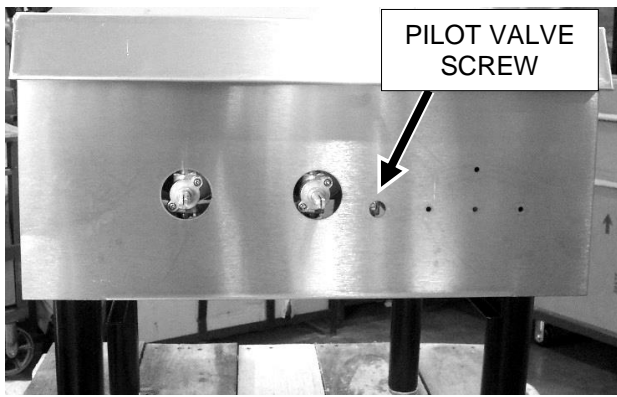
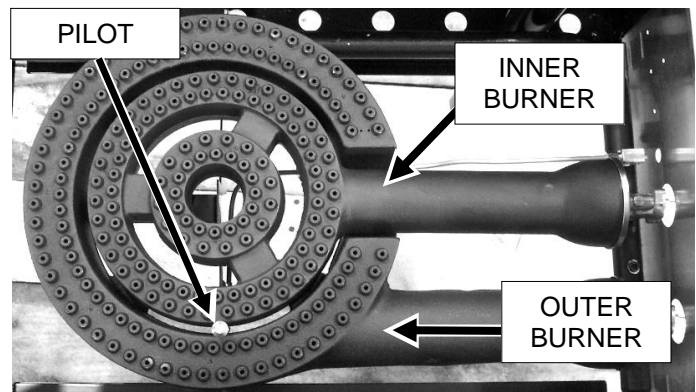

Fig. 5
Fig. 6
The burner is in two sections, controlled by two heavy duty infinite control valves. The center "Star" section (Fig. 6) is on separate burner with an input of 55,000 BTU/hr. It is controlled by the right burner valve knob. The outer circle of the burner (Fig. 6) is the other separate 55,000 BTU/hr input burner, controlled by the left burner valve knob.
3. Light standing pilot with a lit taper (see Fig 6). Adjust pilot to  $\frac{1}{4}$ " high flame, if necessary, by turning pilot valve adjusting screw (see Fig. 5) counterclockwise to increase or clockwise to decrease flame.
Le brûleur est en deux sections, commandé par deux robinets de commande à service intense, à réglage infini. La section centrale « Star » (Fig. 6) est sur un brûleur séparé qui fournit un débit de 55 000 BTU/h. Il est contrôlé par le bouton de robinet du brûleur droit. Le cercle extérieur du brûleur (Fig. 6) est l'autre brûleur séparé qui fournit un débit de 55 000 BTU/h, commandé par le bouton de robinet du brûleur gauche.
3. Allumer la veilleuse permanente en utilisant une bougie conique (Fig.6). Régler la veilleuse à une hauteur de flamme de 6 mm (1/4 po), si nécessaire, en tournant la vis de réglage du robinet de veilleuse (Fig. 5) dans le sens inverse des aiguilles d'une montre pour augmenter la flamme ou dans le sens des aiguilles d'une montre pour la réduire.